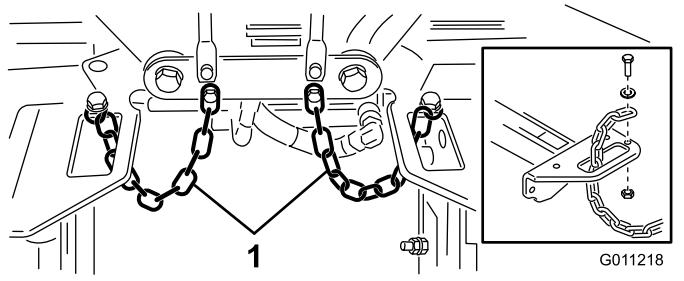

Bild 21
- 4. Verlegen Sie eine Kippkette durch den Schlitz am Ende jedes Trägerrahmens. Befestigen Sie die Kippkette mit einer Schraube, einer Scheibe und einer Sicherungsmutter oben am Trägerrahmen (**Bild 21**).